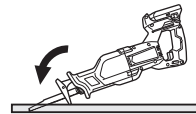

Fig. 23
- (2) Levante el mango lentamente y corte con la hoja de sierra poco a poco. (Fig. 23)